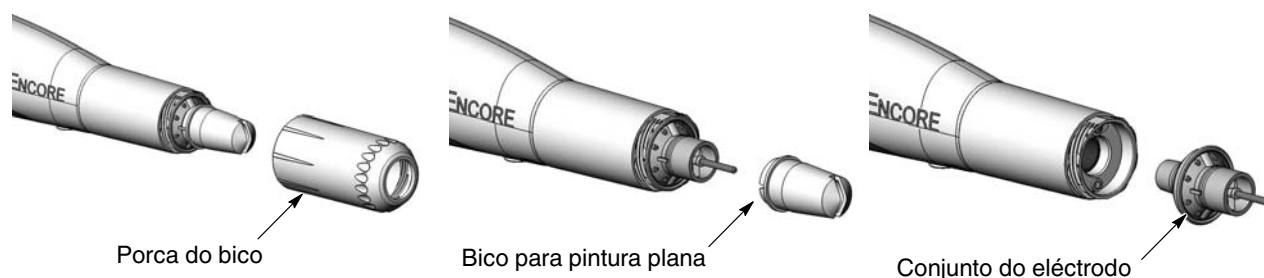

Figura 4-7 Mudança de um bico de pintura plana
2. Consulte a figura 4-7. Desenrosque a porca do bico no sentido contrário ao dos ponteiros do relógio.